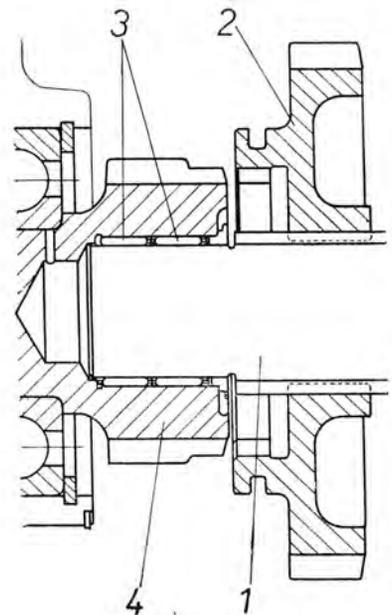

Abb. 108
1. Nach Beseitigung der Störungen (z. B. nach Austausch eines schadhaften Lagers) ist die zusammengebaute Ritzelwelle (Abb. 108/1) durch die Öffnung im Hauptgetriebekasten und im Getriebegehäuse in die Nuten des Schalttrades der Re-
duktion (Abb. 108/2) und in die Nadellager (Abb. 108/3) auf der Nutenwelle (Abb. 108/4) einzuschieben; bei der Montage ist zu achten, dass keine Nadeln aus den Lagern herausfallen.